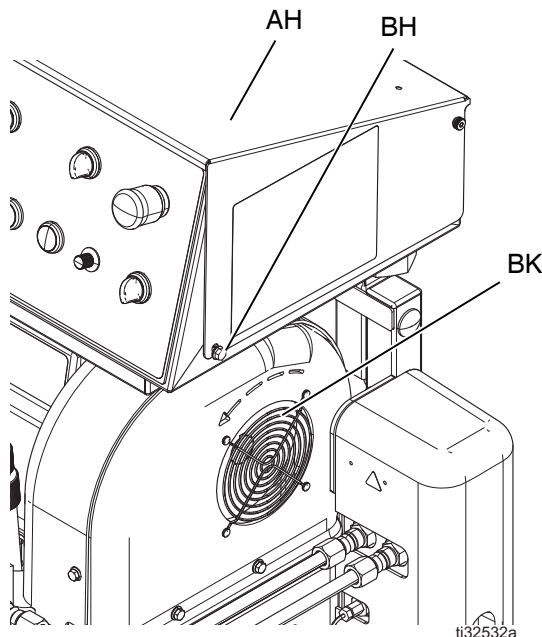

Fig. 7: Rotation du moteur électrique
- Vérifiez que le ventilateur du moteur électrique (BK) tourne dans le bon sens.
- Tournez l'interrupteur d'alimentation principale (CE) sur ON (Marche).
- Tournez l'interrupteur d'alimentation de commande (CH) sur START (Démarrage). Tournez l'interrupteur de commande (CL) de la pompe sur NEUTRAL (Point mort).
- Tournez l'interrupteur d'alimentation du moteur (CN) sur ON (Marche). Regardez dans quelle direction le ventilateur du moteur électrique (BK) tourne. Voir la FIG. 7.
- Tournez immédiatement l'interrupteur d'alimentation du moteur (CN) sur OFF (Arrêt).
- Tournez l'interrupteur d'alimentation de commande (CH) sur STOP (Démarrage).
- Tournez l'interrupteur d'alimentation principale (CE) sur OFF (Marche).